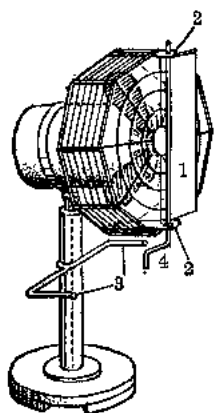
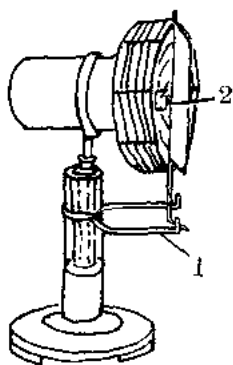
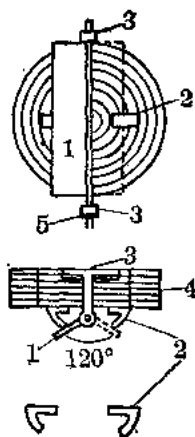
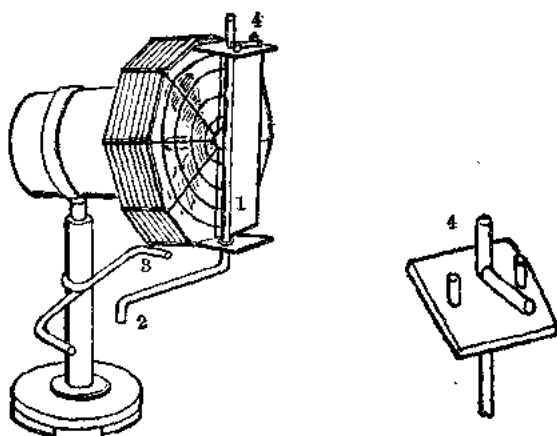

图 6
图 9
图 10
图 11
二、关于分用风力使风扇转头问题, 解决的办法是装导向片和一些保证导向片角度的装置。在三种风扇上, 它的装法基本上相同, 如图 6。具体制法如下:
3. 保证导向片转一定角度的装置 这些装置基本上包括拨向杆和卡条两件小装置。拨向杆是与导向片下面的受拨弯头碰撞后使导向片转动的装置(图 6 中的 3、图 9 中的 1、图 11 中的 3); 卡条是防止导向片转动角度太大的装置(图 10 中的 2, 图 11 中的 4)。
卡条可采用图 9、图 10 中的 2 所示装在罩壳中部的钳式和图 11 中 4 所示的装在小平台(枢片)上的小制止桩式两种。这装置限制导向片在一定范围内转动。